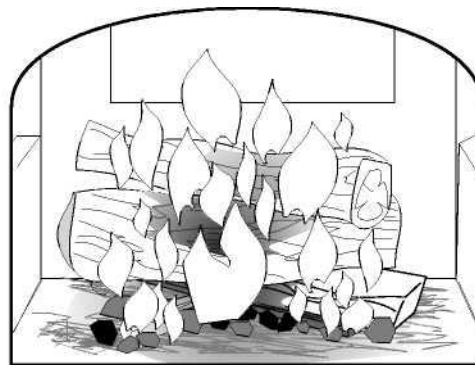

Рисунок 41. После того как в топке не появится слой тлеющих угольков, глубиной примерно в 3" (75mm) добавляйте целые дрова.
5. Поместите уголь по середине топки (рисунок 41) и добавьте дров, желательнее поменьше. Со временем, вы можете начинать увеличивать количество добавляемых дров для отопления всего дома.